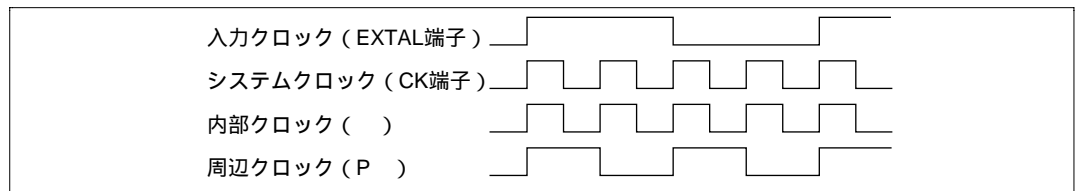

図 4.2 入力クロックとシステムクロック
また、一部の内蔵周辺モジュールは、内部クロック () を 2 分周した周辺クロック (P) で動作します。図 4.2 に各クロックの関係を示します。システムクロックは、入力クロックを PLL 通倍回路により通倍しているため、相方のクロックの位相は一意的に決まりません。